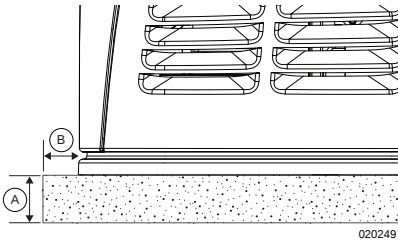

Figure 3-4. Gravier ou pierre concassée
Voir Figure 3-4. Préparer une zone rectangulaire d'environ 127 mm (5 po) d'épaisseur (A) et d'environ 76,2 mm (3 po) de longueur et de largeur (B) par rapport à l'empreinte de la génératrice sur tous les côtés si on utilise du gravier ou de la pierre concassée.